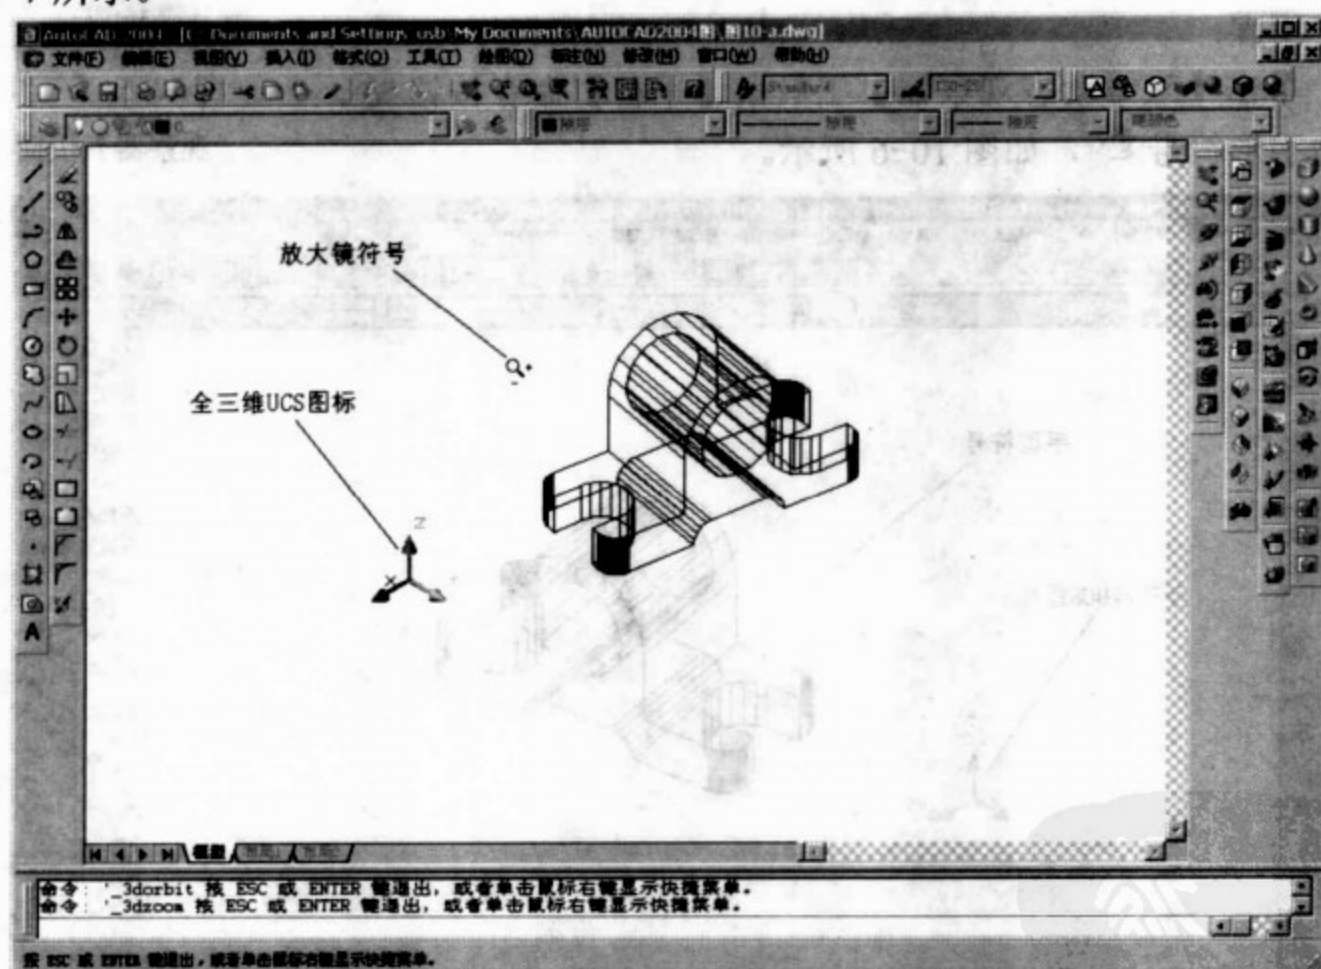

图 10-7 缩放
(1) 单击【三维动态观察器】工具条【缩放】命令按钮, 光标变为放大镜符号, 如图 10-7 所示。